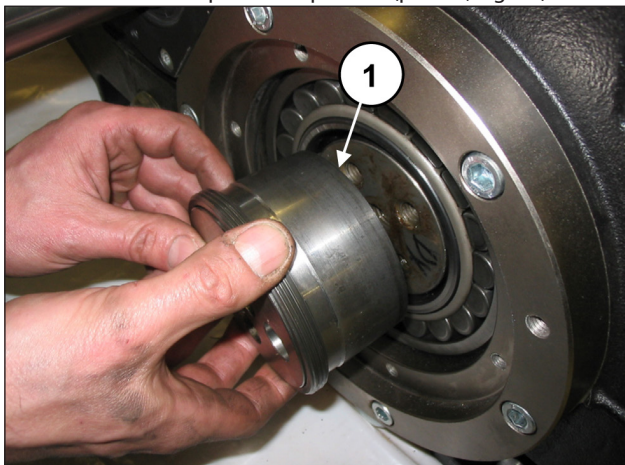

Fig. 21
Retire ambos os casquilhos de pressão (pos. ①, Fig. 21).